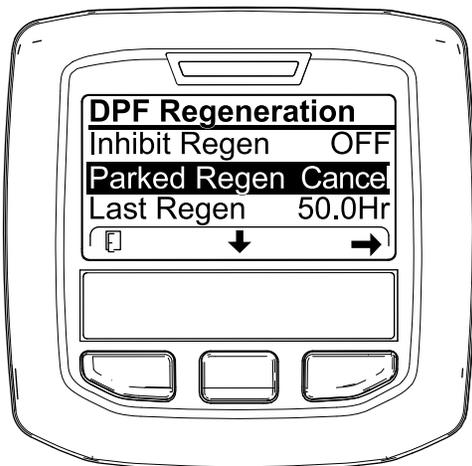
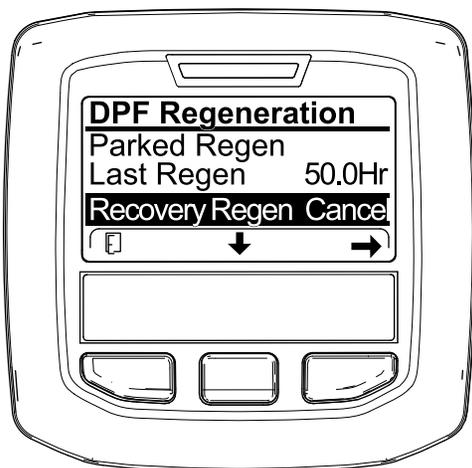

Рисунок 88
Рисунок 89
1. Перейдите к меню регенерации DPF (Рисунок 88).
2. Нажмите среднюю кнопку, чтобы перейти вниз к опции PARKED REGEN CANCEL (ОТМЕНА СТАЦИОНАРНОЙ РЕГЕНЕРАЦИИ) (Рисунок 88) или к опции RECOVERY REGEN CANCEL (ОТМЕНА ВОССТАНОВИТЕЛЬНОЙ РЕГЕНЕРАЦИИ) (Рисунок 89).
3. Нажмите правую кнопку для выбора опции Regen Cancel (Отмена регенерации) (Рисунок 88 или Рисунок 89).